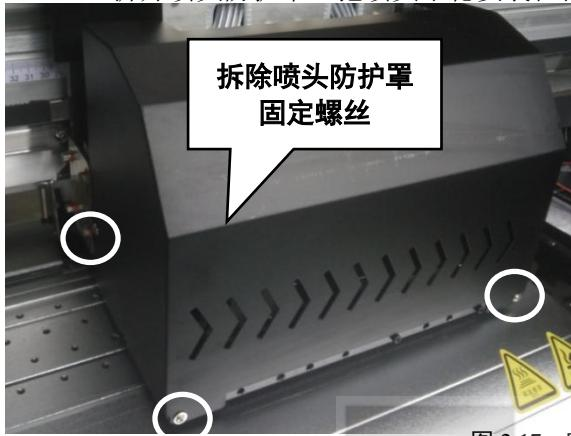

图 2.17 喷头固定位示意图
2、拆开喷头防护罩，把喷头平稳安装在白圈所标识处用螺丝固定好。（注：喷头安装螺丝不要太大力固定）如图 2.17。